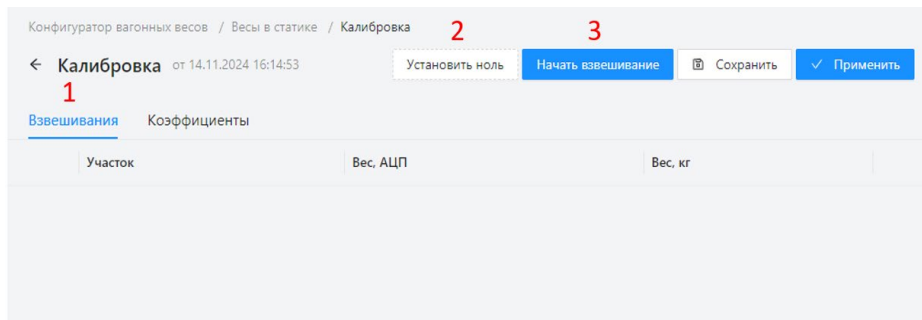

Рисунок 50 – Страница калибровки
2. На открывшейся странице перейдите на вкладку **«Взвешивания»** (Рисунок 50, цифра 1).
3. Для установки калибровочного нуля нажмите кнопку **«Установить ноль»** (Рисунок 50, цифра 2).
4. Для добавления калибровочных взвешиваний нажмите кнопку **«Начать взвешивание»** (Рисунок 50, цифра 3).